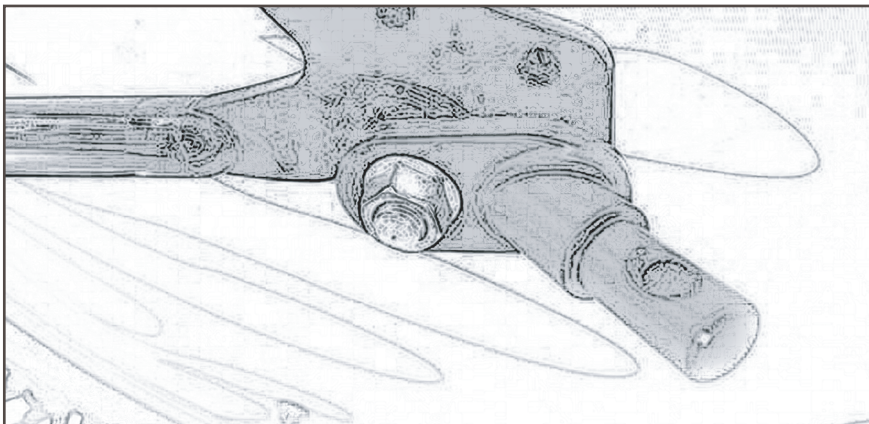

図24
2. ヒッチを自転車フレームの左後車軸の上に配置し、軸ナットの置き換えとします。しっかりと締め、ヒッチタブが自転車のリアを向き、地面とほぼ平行となるようにします(図24)。